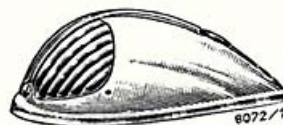

Bild 18 Seitenlaterne JK 50
b) Seitenlaterne JK 50 (Bild 18)